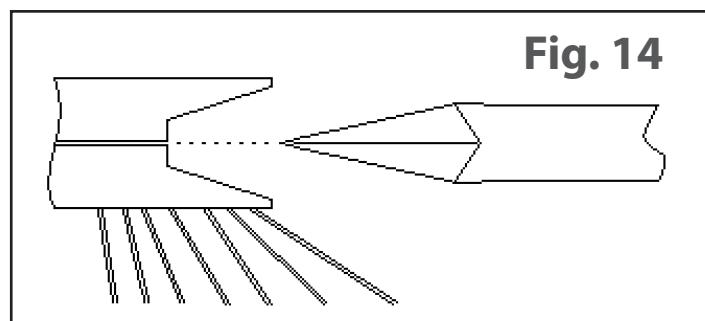

Fig. 14
4. Staccare la spazzola laterale facendo leva con l'ausilio di un giravite nella fessura della gola della puleggia, vedi **fig. 14**.